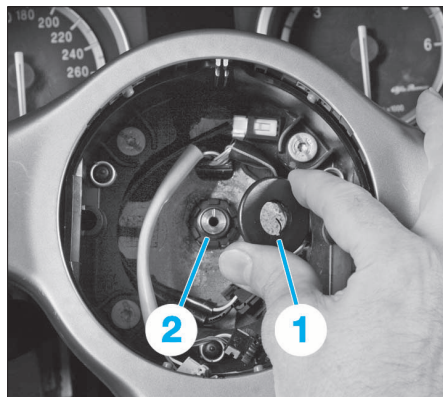

FIG. 1
- Déposer la protection de l'écrou (1) (Fig.1).
- Déposer l'écrou (24 mm) (2) du volant.